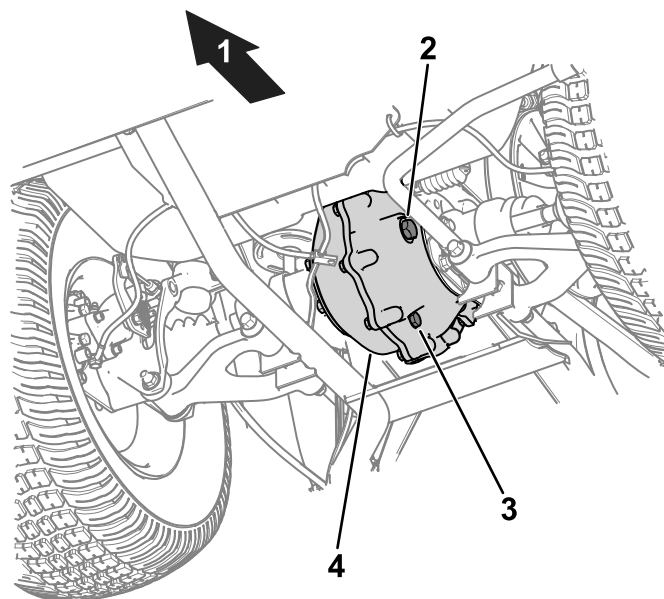

Figure 48
1. Enlevez le bouchon de remplissage de la boîte-pont (Figure 48).
2. Si le niveau de liquide est trop bas, enlevez le bouchon de remplissage et ajoutez le liquide spécifié jusqu'à ce qu'il ressorte par l'orifice (Figure 48).
1. Placez un bac de vidange sous le bouchon de vidange (Figure 48).
2. Enlevez le bouchon de remplissage (Figure 48).
3. Enlevez le bouchon de vidange pour permettre à tout le liquide de s'écouler (Figure 48).